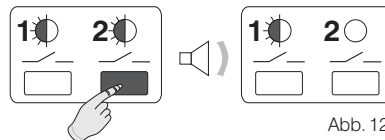

Abb. 12
- Die **Taste 2** gedrückt halten, bis ein einzelnes, akustisches Signal ertönt; dann die Taste wieder loslassen. **LED 2** leuchtet nicht und **Kanal 2** ist unabhängig vom **Master-Zeitthermostat** (Abb. 12).